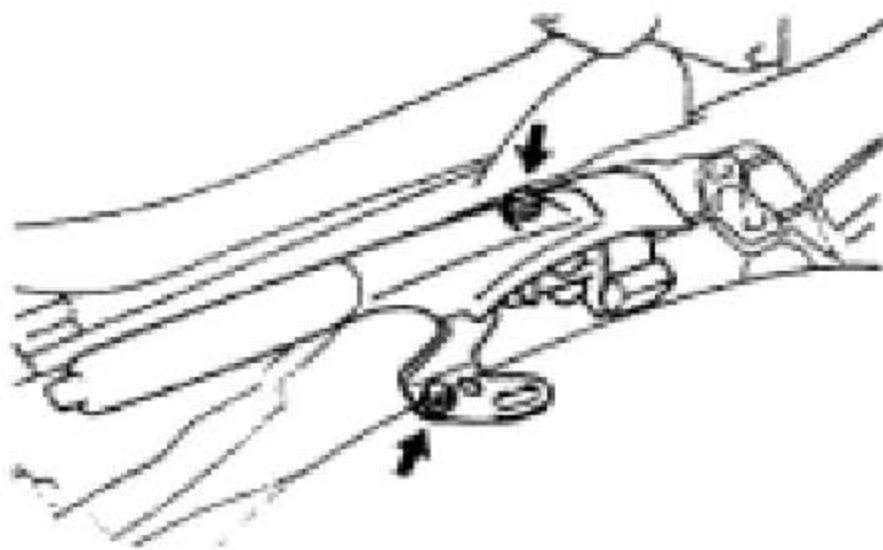

图3-35
- F). 拆卸驻车制动拉杆附件，如图3-35所示。
- G). 拆卸驻车制动拉杆附件，如图3-35所示。